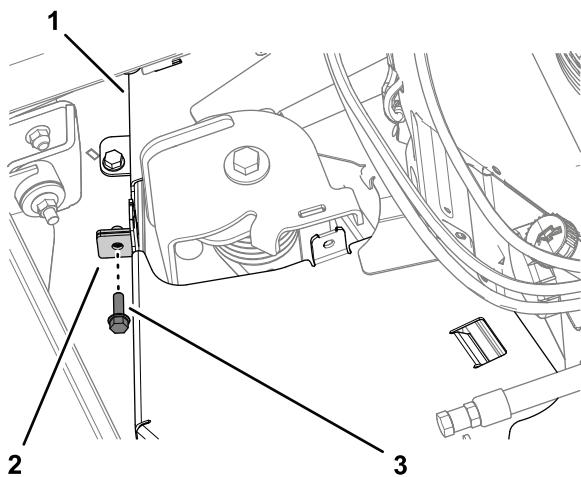

Figure 6
2. Retirez le boulon qui fixe les brides du protège-courroie, comme montré à la Figure 6.